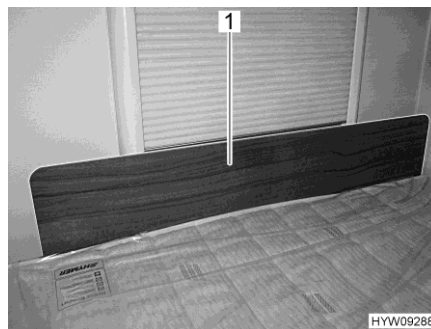

Fig. 112 Panel protector / protección contra caídas
- Meter el panel protector (Fig. 112,1) delante de la ventana, entre el colchón y el marco de la ventana. El efecto de apriete del colchón retiene al panel protector en su posición delante del marco de la ventana.